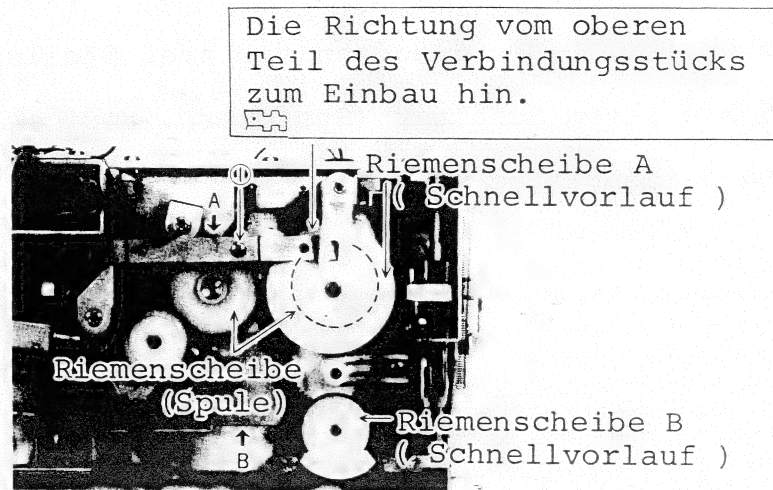

Abb. 6
- d) Abb. 6 zeigt den Zustand, wenn das Schwungrad und die Halterung (für das Schwungrad) herausgenommen sind. Wenn ein weiterer Auseinanderbau erforderlich ist, dann entfernen Sie die Schraube ① (M2,6 x 0,45 x 5) in der Abb. 6. Das Verbindungsstück A kann dann in zwei Teile zerlegt werden, und die Riemenscheibe A in Abb. 6 läßt sich herausnehmen.
- Achten Sie darauf, daß der obere Teil des Verbindungsstücks A in die Richtung zeigt, welche rechts oben in der Abb. 6 angegeben ist.
B Blockachse in der Loch der Glied B in der Abb. 6.